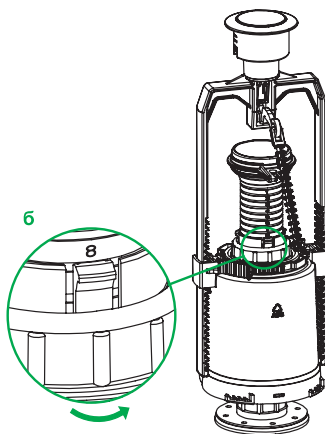

Рис. 12 / 12-сур.
5. По часовой стрелке открутите гайку трубки перелива (рис. 11a) и установите необходимый уровень перелива (рис. 12). **Верхний край трубки перелива должен быть на 2–4 см выше уровня воды.** Зафиксируйте это положение поворотом гайки против часовой стрелки (рис. 12б).